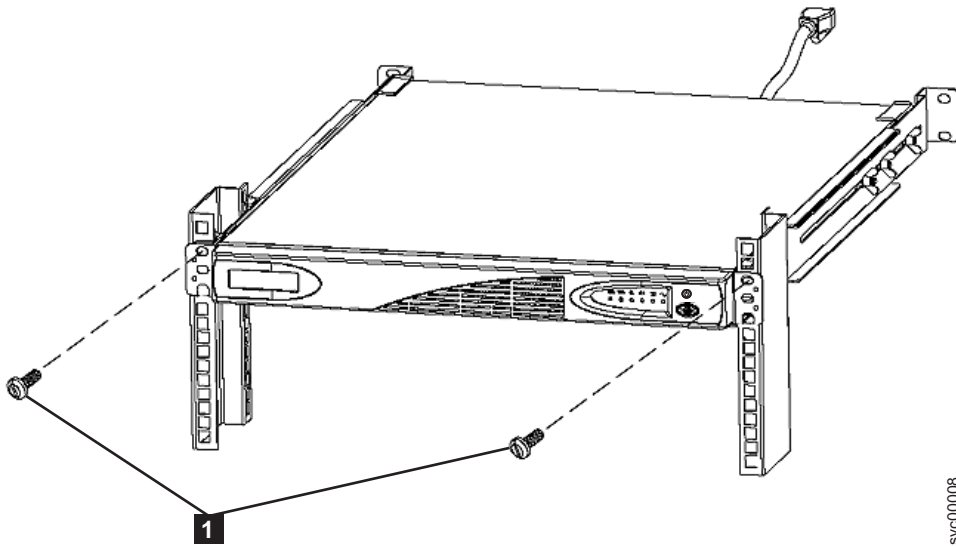

図 12. 2145 UPS-1U 用の取り付けねじ
2. 20 ページの図 12 に示すように、2145 UPS-1Uの前面に 2 本の取り付けねじ (M6x10) **1** を取り付けます。